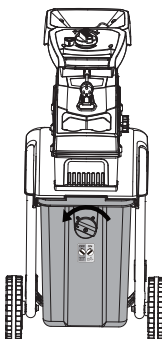

Figura 12
2. Ruotare la leva di bloccaggio (6) in senso antiorario in posizione "OFF" per sbloccare il vassoio di raccolta (5) (Figura 12).